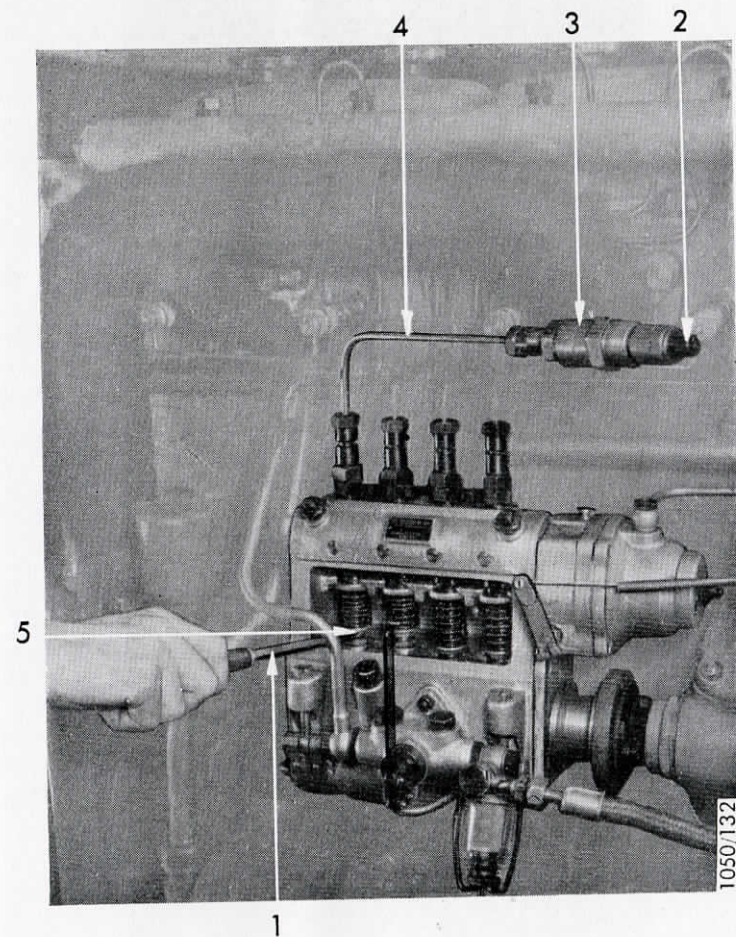
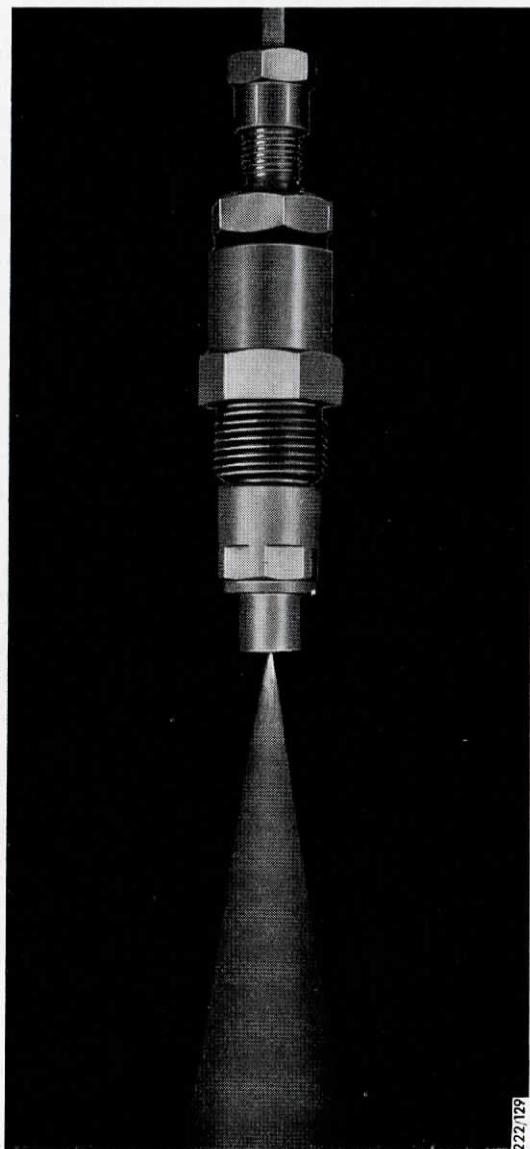

Bild 36. Provtryckning av spridare med hjälp av kontrollrör
Bild 37. Spridarprovning. Riktig strålform
Mellan kamaxeln och varje pumpkolv finnes en kolvlyftare (4), med en rulle (5), som ligger an mot kammen (6). Kolvlyftaren är upptill försedd med en justerskruv (2), som påverkar kolvens nedre ände. Justerskruvarna äro inställda så, att alla pumpkolvarna börja insprutningen samma antal grader före övre dödpunkten för respektive motorkolv. Denna inställning måste utföras av kompetent verkstad. Om en justerskruv har lossnat, måste man se till att pumpkolven har tillräckligt spel i övre dödpunkten, då skruven låses med låsmuttern (1). *Ställes justerskruv* så högt upp, att pumpkolven ej går fri för tryckventilen ovanför denna, kommer pumpen att förstöras, då axeln drages runt. Då pumpkolven står i övre dödpunkten, skall den därför kunna lyftas minst 0,5 mm med hjälp av en skruvmejsel (bild 36). Pumpen skall därefter snarast ställas in av Bosch-service.
Vid spridarprovning avtages sidolocket på insprutningspumpen, så att pumpelementen ligga fria. En bred skruvmejsel eller ett plattjärn, som ej skadar pumphusväggen, anbringas sedan som hävstång mellan ett pumpelements båda ställmuttrar på kolvlyftaren med pumphusväggen som underlag, så att pumpning kan utföras för hand (bild 36). Man bör se till, att den ifrågavarande kolven står i sitt nedre läge, då annars rörelsen ej kan utföras. Detta läge kan fastställas genom att motorn drages runt tills kolven upphör att röra sig nedåt.
Om det ovannämnda ljudet icke kan höras, så är spridaren ej i ordning och måste uttagas för en ingående undersökning. Därvid lossas tryckledningen och läckoljeledningen, varefter spridarhållaren med spridare borttages. Spridaren skall därefter anslutas till insprutningspumpen med ett spridarekontrollrör (som ingår i verktygssatsen) för kontroll av strålformen (bild 36). Då man pumpar för hand med en skruvmejsel skall spridaren ge en kraftig stråle av bränsledimma (bild 37), samtidigt som ett knarrande ljud höres. Efter pumpningen får det ej finnas någon nämnvärd droppe vid spridareöppningen. Om spridaren ger en stripig, oregelbunden eller solid stråle eller om droppar bildas efter pumpslagen, har spridarenålen hängt upp sig. Orsaken härtill kan vara att spridaren lossnat eller blivit onormalt starkt upphettad, eller att föroreningar fastnat i spridaren.